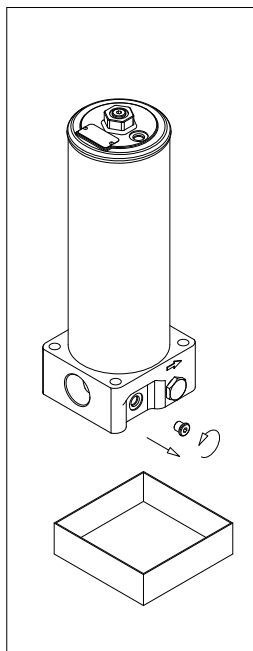

fig. 2
- (Fig. 2) Svitare uno dei due tappi drenaggio predisponendo un recipiente per la raccolta del fluido di lavoro